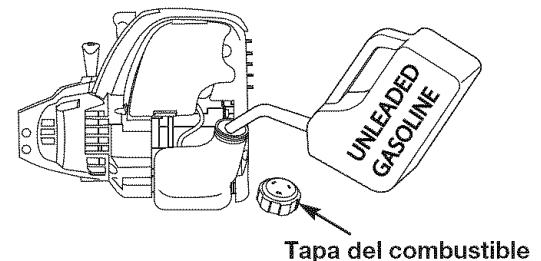

Fig. 6
1. Saque la tapa de la gasolina (Fig. 6).
2. Coloque el pico del recipiente de gasolina en el orificio de llenado del tanque de gasolina (Fig. 6) y llene el tanque.